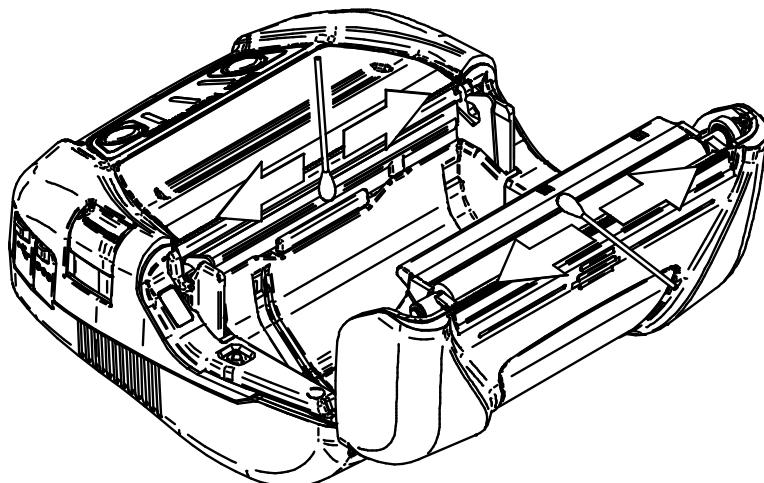

図 18-1 サーマルヘッド／プラテンのクリーニング
- ③ ペーパカバーを開けてください。
- ④ 少量のエチルアルコールで湿らせた綿棒で、サーマルヘッドやプラテンの汚れを拭き取ってください。 (図 18-1参照)